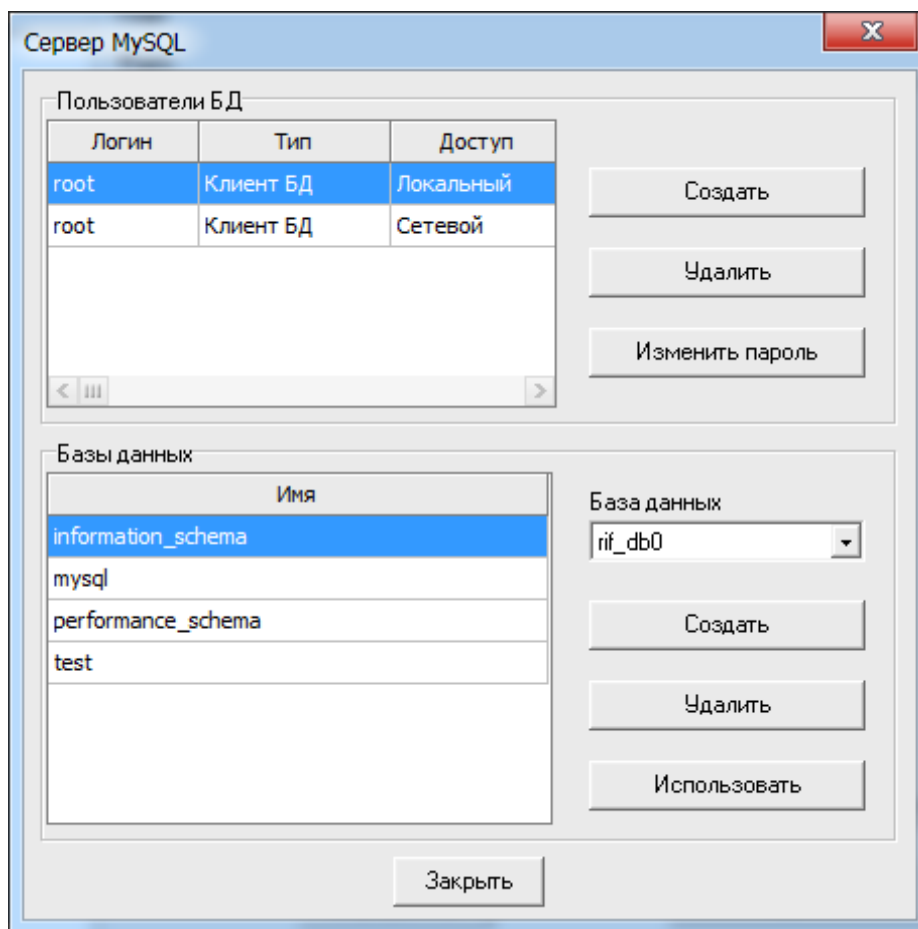

Рисунок 51.
- В окне «Сервер MySQL» (см. рисунок 51) в списке «База данных» выбрать значение «rif\_db0» (для комплексов «РИФ+») или «ssoi\_db0» (для комплекса «ССОИ-М»). Нажать кнопку «Создать»;